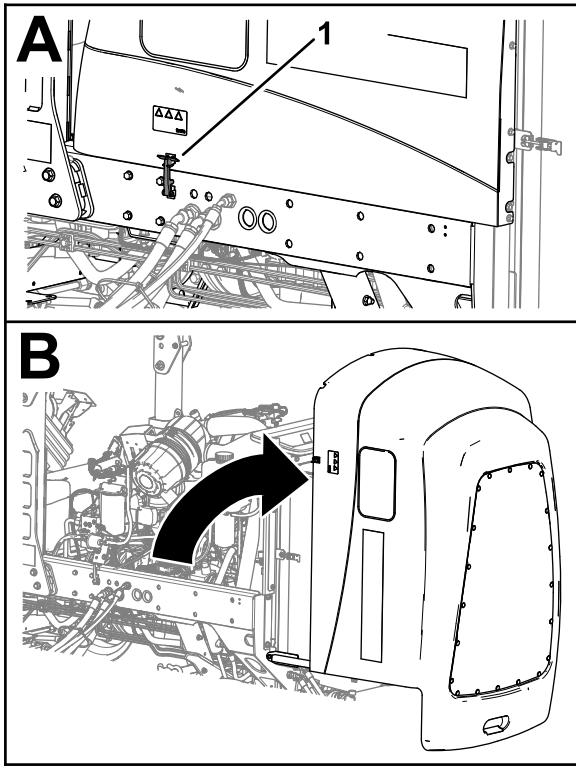

Figura 48
1. Desenganche los 2 cierres del capó (Figura 48).
1. Desenganche el cierre de goma de la tapa del compartimento de la batería (Figura 48).